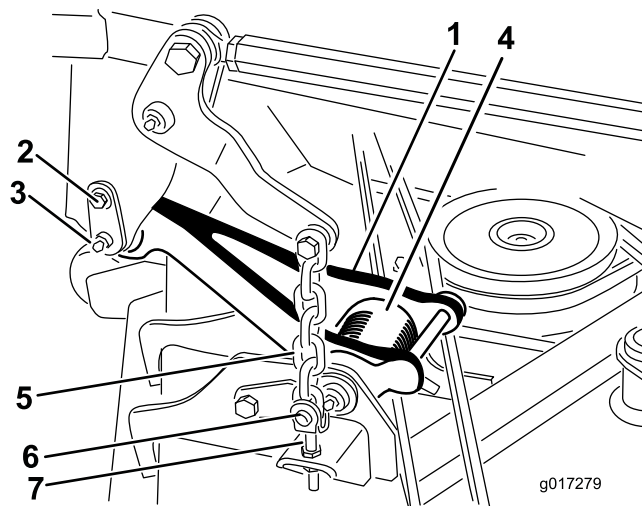

Figure 4
Remarque: Lorsque l'unité de coupe est levée, la tension du ressort de torsion des biellettes de tirage est réduite, ce qui facilite le désaccouplement des biellettes de la machine. Figure 4
2. Désaccouplez la biellette de tirage de chaque côté de la machine (Figure 4).
- A. Retirez la vis à épaulement qui fixe la goupille de retenue au bâti porteur (Figure 4).
- B. Sortez avec précaution la goupille de retenue du bâti porteur et de la biellette de tirage (Figure 4).
6. Retirez les 4 goupilles de retenue et axes de chape qui fixent les chaînes de levage aux chapes de réglage sur la tondeuse (Figure 4).
2. Installez les 4 axes de chape et goupilles de retenue pour fixer les chaînes de levage de l'unité de coupe sur les chapes de réglage de la tondeuse (Figure 4).
5. Alignez la biellette de tirage sur le bâti porteur et fixez-la en place avec la goupille de retenue (Figure 4). Fixez la goupille de retenue au bâti avec la vis à épaulement (Figure 4).